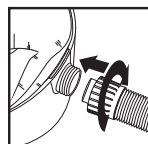

FIGURE 23
32. Réinsérez le tuyau dans l'admission et serrez l'écrou autobloquant. **FIGURE 23.**